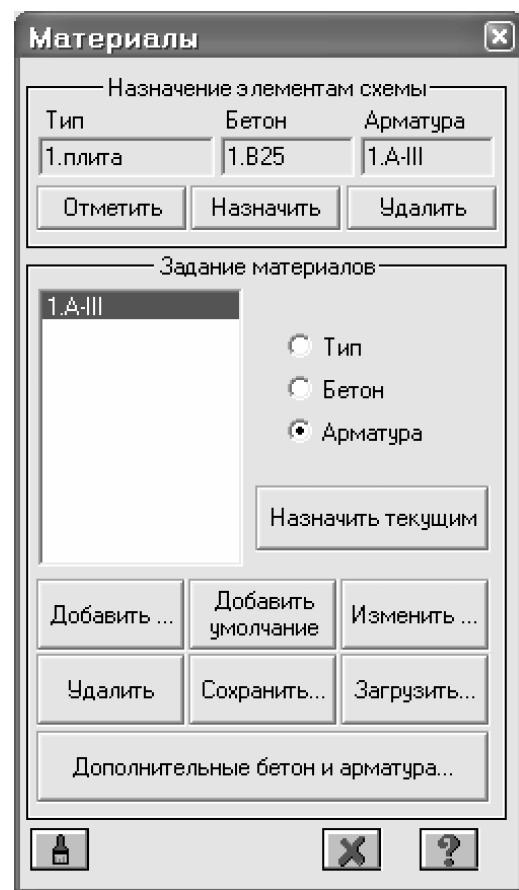

Рис.2.17. Диалоговое окно Материалы
- С помощью меню **Редактирование** ⇒ **Задание и выбор материала** (кнопка на панели инструментов) вызовите диалоговое окно **Материалы** (рис.2.17).